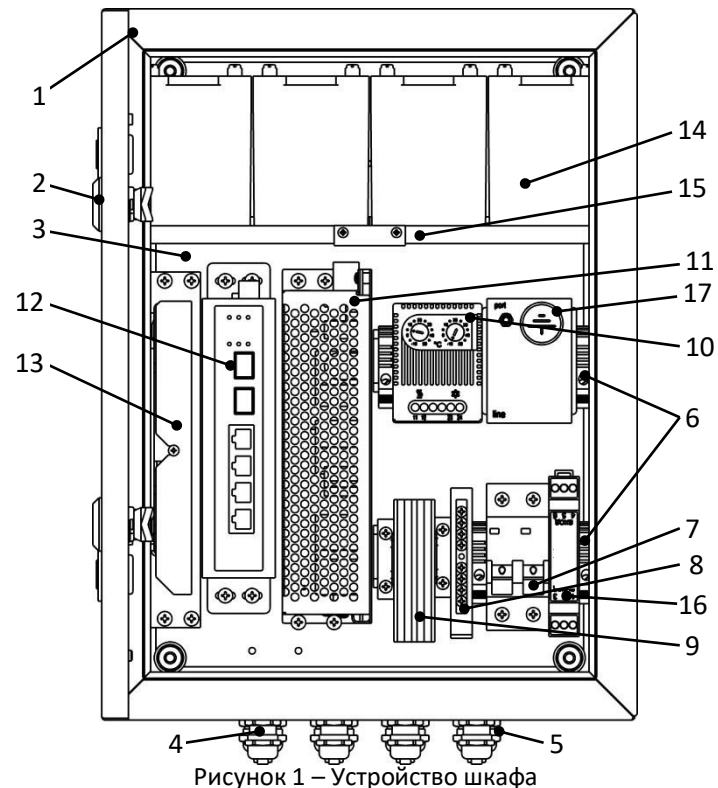

Рисунок 1 – Устройство шкафа
Шкаф представляет собой сварную конструкцию, состоящую из корпуса и дверцы оклеенной уплотнителем, состоящую из корпуса и дверцы оклеенной уплотнителем, корпус и дверца утеплены изолятором фольгированным. Внутри корпуса на монтажной панели установлено оборудование (см. раздел 2 и рисунок 1), обеспечивающее бесперебойную работу IP-устройств (до 4шт.) с питанием по PoE, передачу данных по оптическому кабелю, а также обогреватель с термостатом.
2. Комплектация (см. рисунок 1)